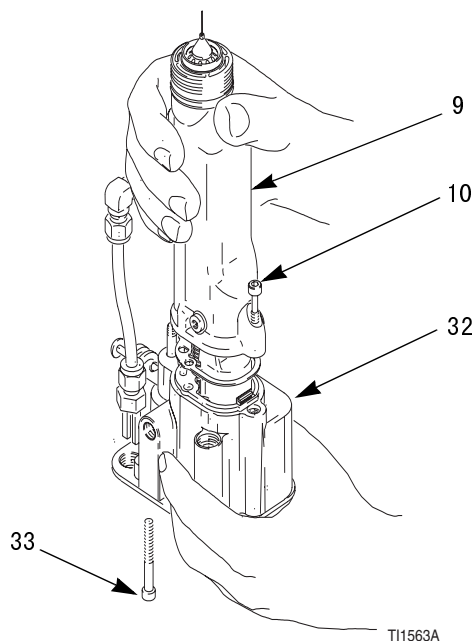

图 28. 枪管拆卸
5. 拧松三个螺钉（10、33）。见图 28。
6. 一只手握牢枪身（32），将枪筒（9）直着拉出枪身。见图 28。